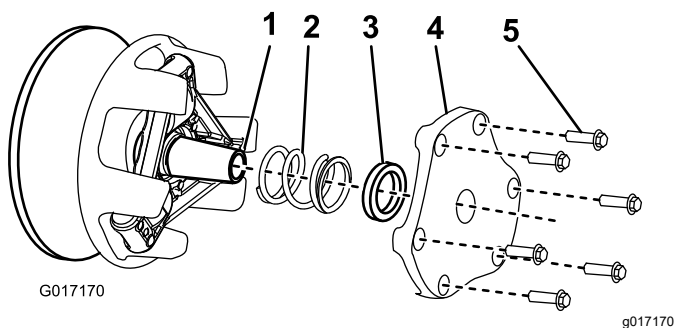

Figure 47
4. Mettez le couvercle, l'entretoise et le ressort de côté (Figure 47).